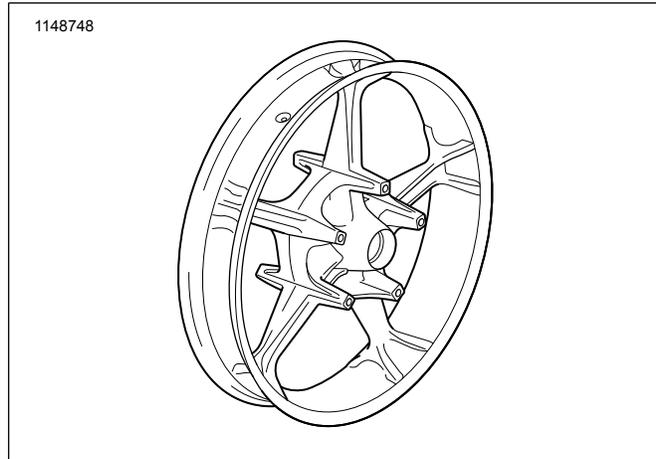

Abbildung 1. Ersatzteile: Aggressor Front Wheel Kits
2. Siehe Abbildung 1. Die Ventilschaft-Baugruppe (L) am Rad anbringen. Siehe REIFEN im Werkstatthandbuch.